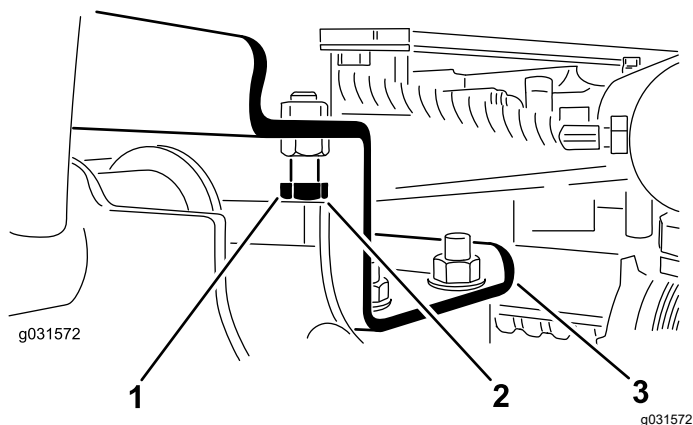

Рисунок 12
- А. Ослабьте затяжку упорных болтов (Рисунок 12).
2. Убедитесь, что зазор между каждым подъемным рычагом и фиксирующим болтом составляет от 0,13 до 1,02 мм, как показано на Рисунок 12.